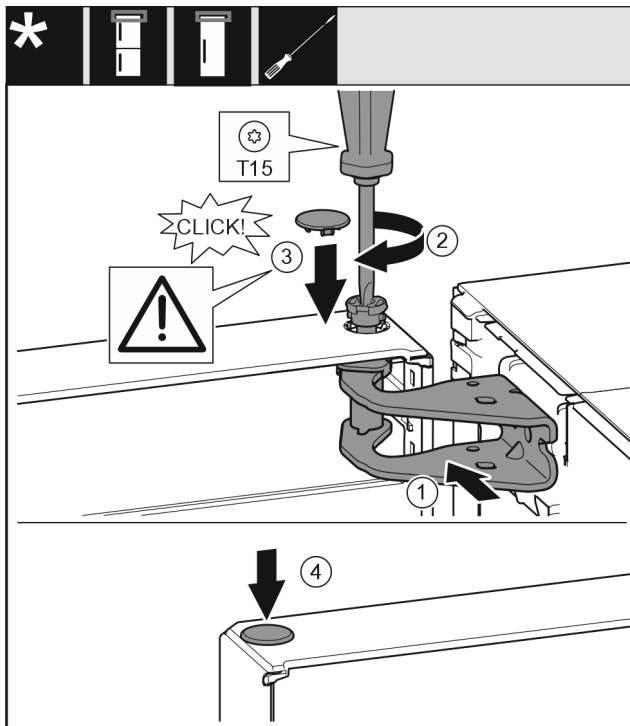

Fig. 58
- ▶ Tür oben zur Öffnung im Lagerbock Fig. 58 (1) ausrichten.
- ▶ Bolzen Fig. 58 (2) einsetzen und mit Schraubendreher festschrauben.
- ▶ Abdeckung Fig. 58 (3) einsetzen.
- ▶ Kontrollieren, dass die Abdeckung Fig. 58 (3) auf der Tür aufliegt.
- ▶ Abdeckung Fig. 58 (4) einsetzen.